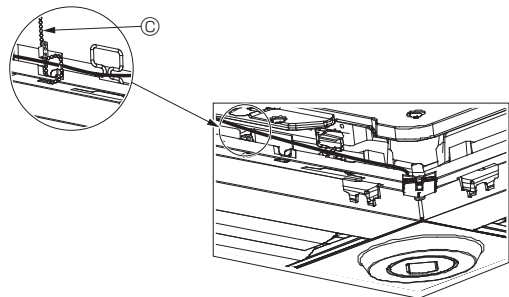

Fig. 5-13
- Säkra i-See-sensorns och signalmottagarens ledningar till panelen med fästena som visas på bilden så att ledningarna inte hänger löst och klipp sedan bort den överflödiga änden av fästena. (Fig. 5-13)
- Ändra kopplingsinställningarna om i-See-sensorn flyttades från "○", position (E), till "□", position (F). (Se sidan 163.)